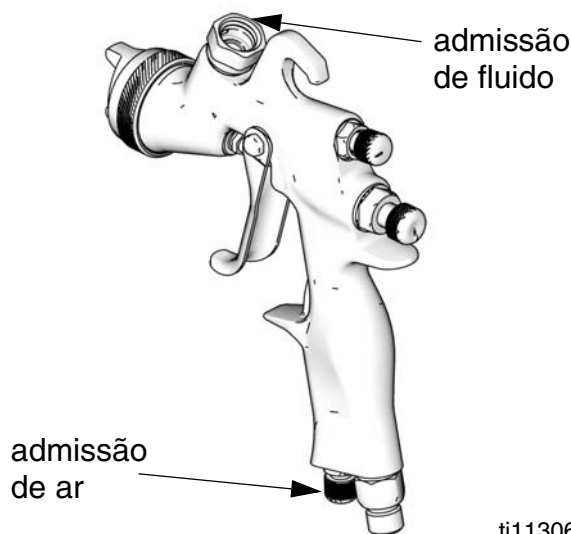

FIG. 1
4. Ligue uma fonte de ar limpo, seco e filtrado ao acessório de admissão de ar. Ver a FIG. 1.